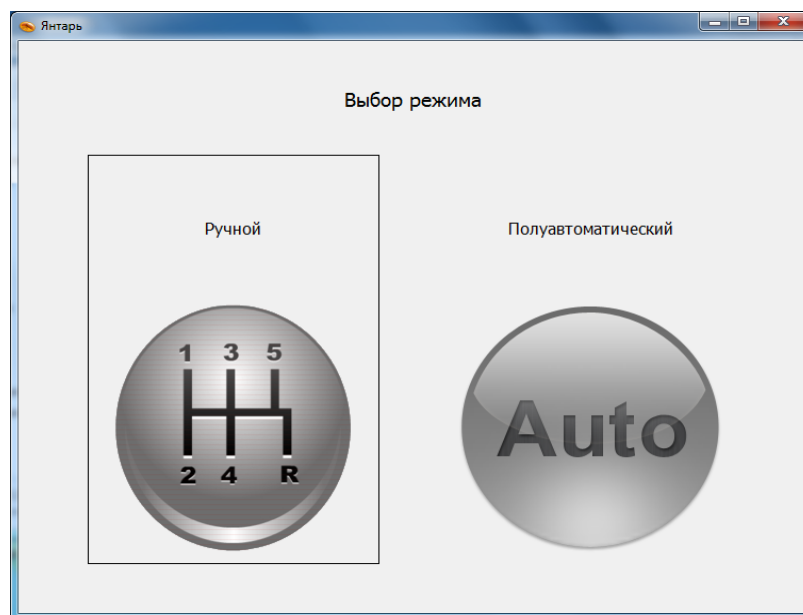

Рис.4 Выбор режима
- Для продолжения работы нажать кнопку «Перейти к выбору режима». В открывшемся окне «Выбор режима» (рис. 4) выбрать ручной или полуавтоматический режим работы нажатием кнопки на выбранном режиме.